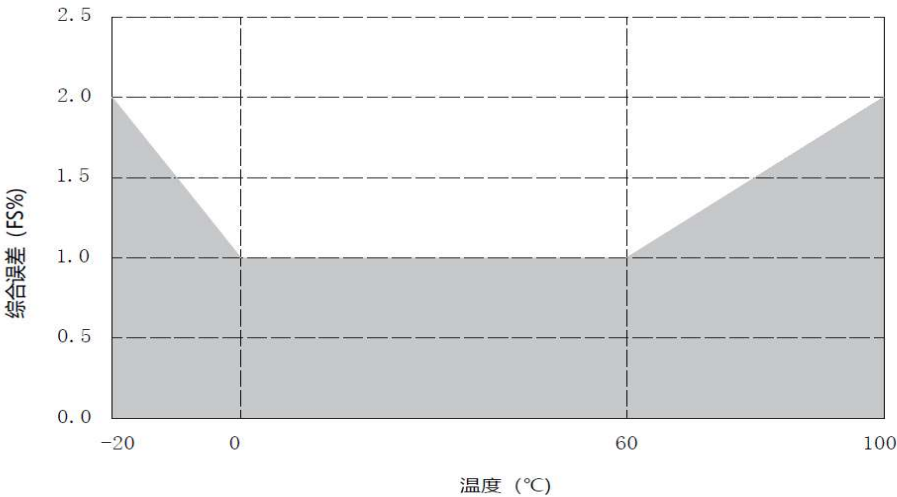

图 4 综合误差与温度关系
- (1) 压力漂移：指定压力范围内，零点和满量程的实际输出电压和规定输出电压的输出偏差。
- (2) 温度效应：在温度范围内的，零点和满量程在不同温度下的输出偏差。
- (3) 综合精度采用误差带表示，该误差带由三段线段组成，数据如图 4 和表 2。